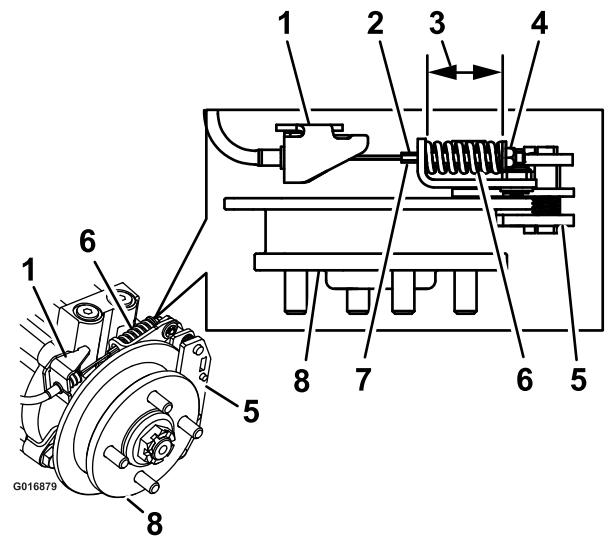

Figura 74
9. Sujete el extremo de la varilla roscada con una herramienta y ajuste la contratuerca hasta que el muelle mida de 1-1/2 a 1-9/16 pulgada (3.8 a 4.0 cm) (Figura 74). No deje que el cable gire mientras se aflojan las tuercas.